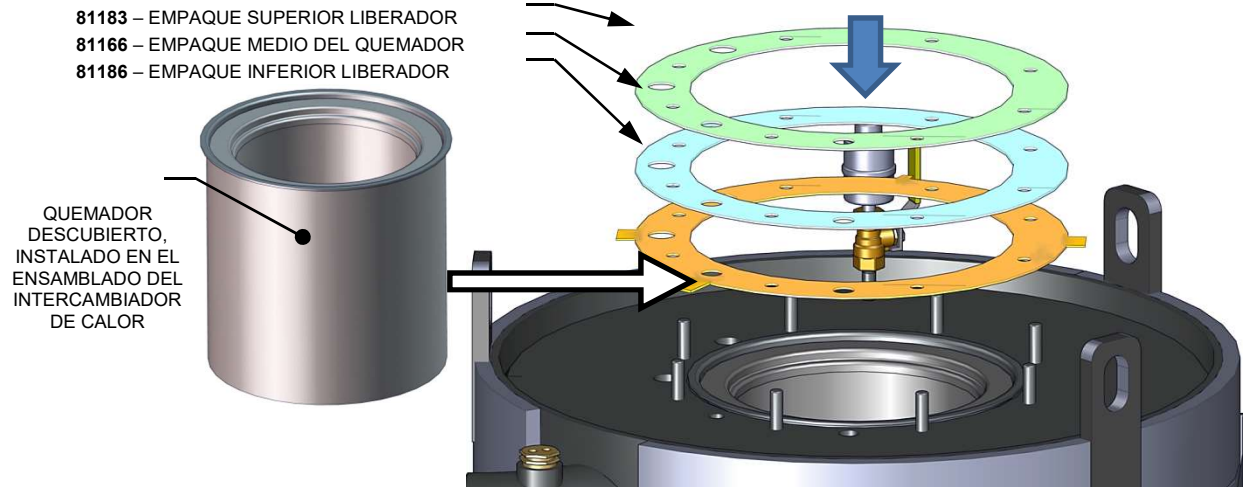

Figura 4-6: Ubicación de quemador descubierto y empaques de reemplazo
14. Retire y reemplace el empaque del quemador (ver la Figura 4-6 que aparece más adelante)
LOS TRES empaques que se proporcionan para mantenimiento DEBEN instalarse durante este procedimiento, como se muestra en la Figura 4-6, incluso si solo es un empaque el que deba reemplazarse. Observe que el EMPAQUE INFERIOR LIBERADOR tiene pestañas que los otros no.